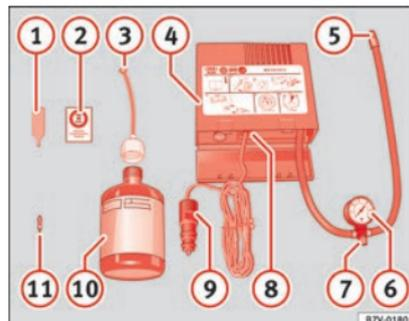

Fig. 96 Représentation standard : contenu du kit antirevaision.
Le kit antirevaision se trouve dans le coffre à bagages, sous le revêtement de plancher. Il inclut les composants suivants »» **fig. 96** :
Revissez le tuyau de gonflage » fig. 96 ⑤ et vérifiez la pression du manomètre ⑥.